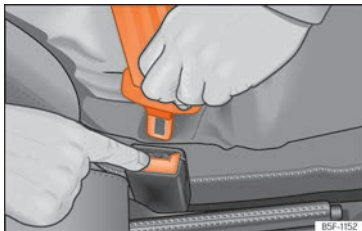

Fig. 10 Soltar la lengüeta del cierre del cinturón.
- Presione la tecla roja en el cierre » » » fig. 10. La lengüeta saltará del cierre.